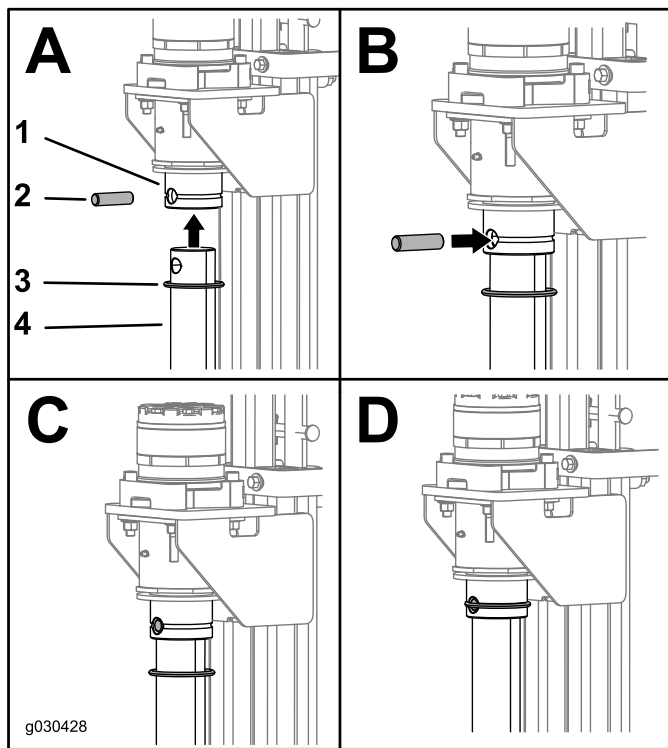

Figure 3
Posez les nouvelles vrilles d'ancrage en alignant le trou de chacune sur le trou correspondant du coupleur du moteur, puis fixez la vrille au moyen des joints toriques et des goupilles fournis dans ce kit (Figure 3).
- Posez les nouvelles vrilles d'ancrage en alignant le trou de chacune sur le trou correspondant du coupleur du moteur, puis fixez la vrille au moyen des joints toriques et des goupilles fournis dans ce kit (Figure 3).